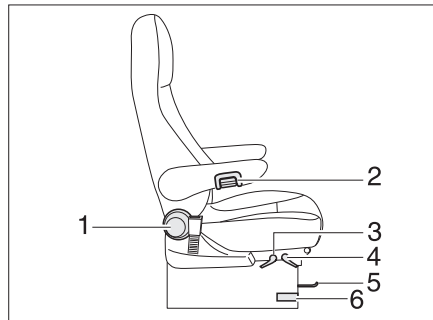
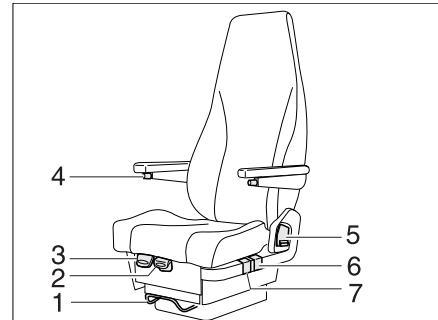

Fig. 77 Asiento del conductor y del acompañante (Aguti)
Fig. 78 Asiento del conductor y asiento del acompañante (SKA)
- Presionar o tirar la palanca para girar los asientos (Fig. 77,6, Fig. 78,3). El asiento se desbloquea.